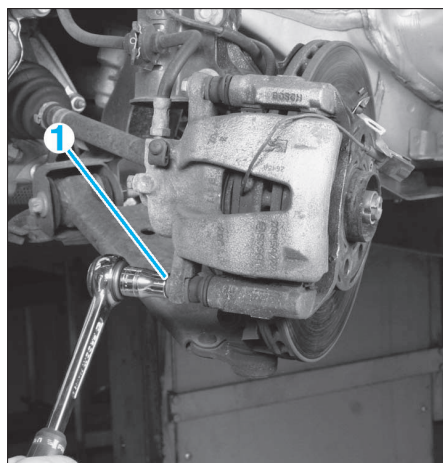

FIG. 2
- Déposer la vis de fixation inférieure (1) de l'étrier (Fig.2).